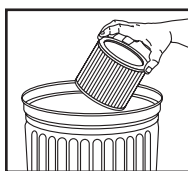

FIGURA 10
16. Para limpiar el filtro de cartucho agítelo o cepíllolo para quitar el exceso de suciedad. **FIGURA 10.**